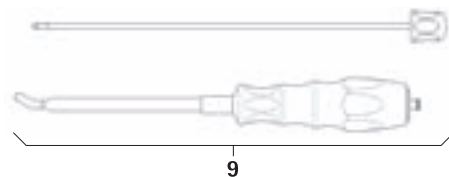

Rys. 4
- Zdemontować dystraktor 8 z nakładkami dystrykcyjnymi, patrz Rys. 4: Nacisnąć zasuwę B i wyjąć nakładkę dystrykcyjną FW239R.